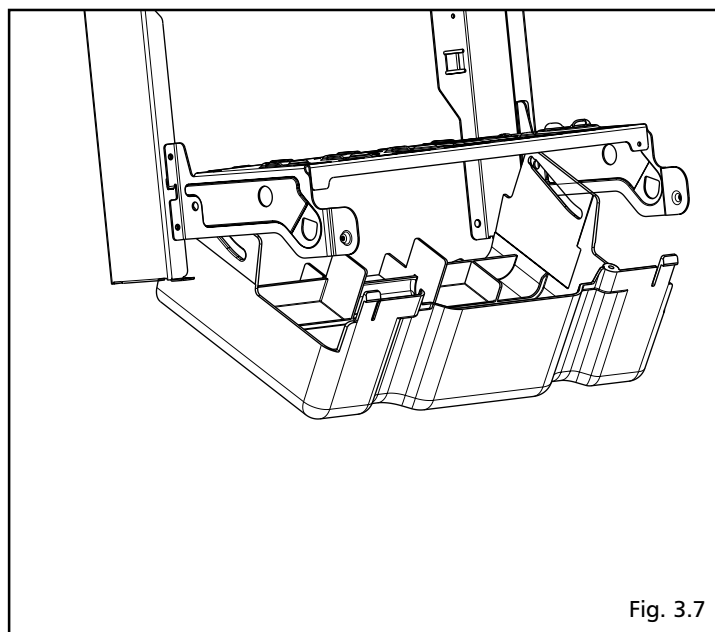

Fig. 3.7
- posizionare la copertura raccordi in modo che le feritoie laterali si trovino in corrispondenza dei fori presenti sulla mensola (fig. 3.7)